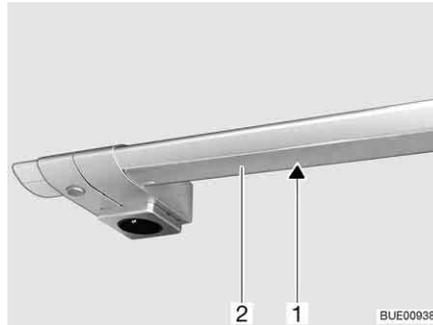

Bild 219 Kochstellenleuchte
- Abdeckung (Bild 219,2) mit beiden Händen leicht zusammendrücken und nach unten ziehen. Mit dem Herausziehen immer ganz links oder ganz rechts beginnen.
- Halogenglühlampe (Bild 219,1) entfernen.